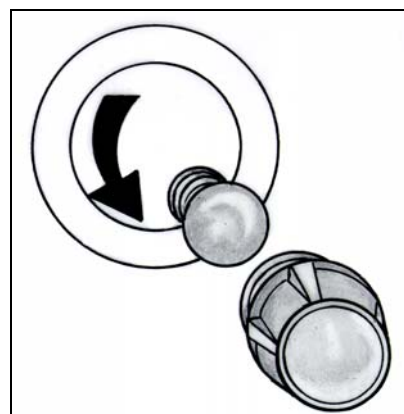

fig.18
1. Dévissez le capuchon en verre protégeant l'ampoule (fig. 18).